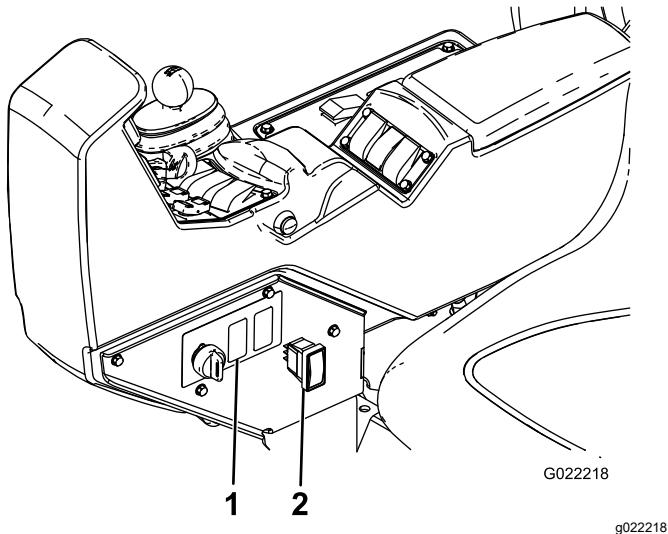

Figura 29
3. Localize a ficha onde vai instalar o interruptor do depósito de lavagem no lado esquerdo na consola (Figura 29).
4. Retire a ficha do lado da consola (Figura 29).
7. Através da abertura na consola, ligue o conector de 8 pinos do interruptor oscilante com 3 posições ao conector do depósito de lavagem com 8 tomadas (Figura 29).